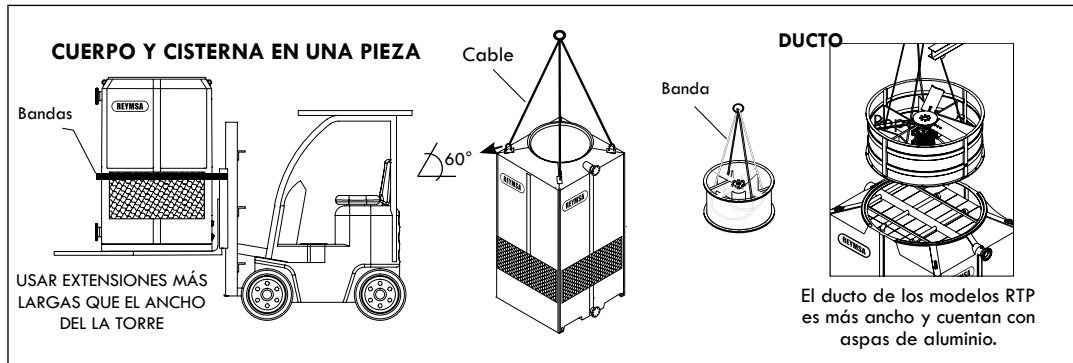

Figura A-34: Levantamiento con montacargas y grúa de una torre de un ventilador (RTU)
- B. Al asegurarse que el equipo se encuentra en condiciones apropiadas, se procede a descargarlo del transporte pieza por pieza, utilizando una grúa o montacargas de la capacidad adecuada (ver Figura A-34 como ejemplo).
- D. Para la descarga con grúa se recomienda un ángulo de levantamiento de al menos 60° entre la banda y la horizontal. Las torres de un ventilador vienen equipadas con argollas de izar en cada esquina en la parte superior para el levantamiento con grúa. Coloque las bandas a través de las argollas de izar (como se muestra en la Figura A-34). No balancee hasta tensar las bandas.